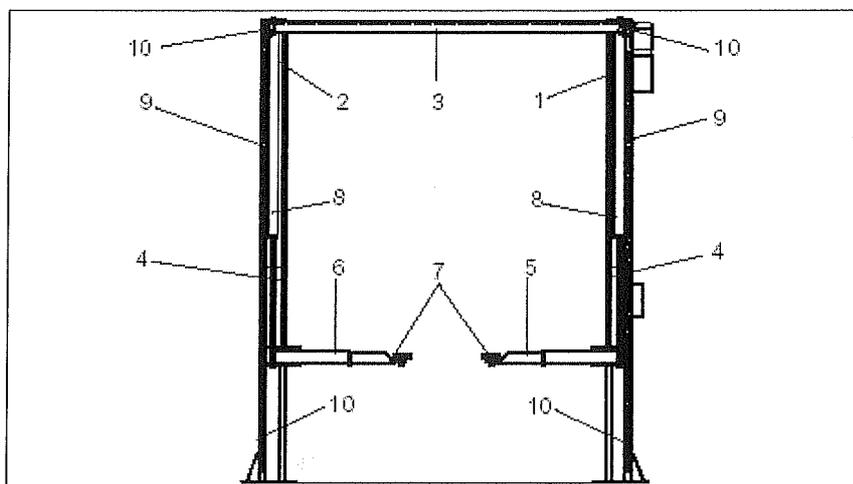

Рис. 4 Элементы закрепляемой конструкции
### СБОРКА ЗАКРЕПЛЯЕМОЙ КОНСТРУКЦИИ (Рис. 4)
## УСТРОЙСТВА ПОДЪЕМА (Рис.4)
### Устройство для выполнения подъема (см. Рис. 4)
- Устройство синхронизации для контроля перемещения кареток. Система состоит из 2 тросов (поз. 9, Рис.4) и 4 возвратных шкивов (поз.10, Рис. 4).